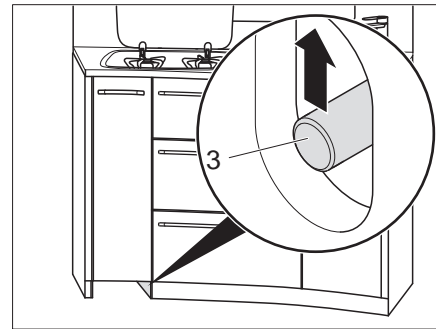

Bild 92 Küchenschubladen entriegeln
- Schubstange (Bild 92,3) nach oben schieben.